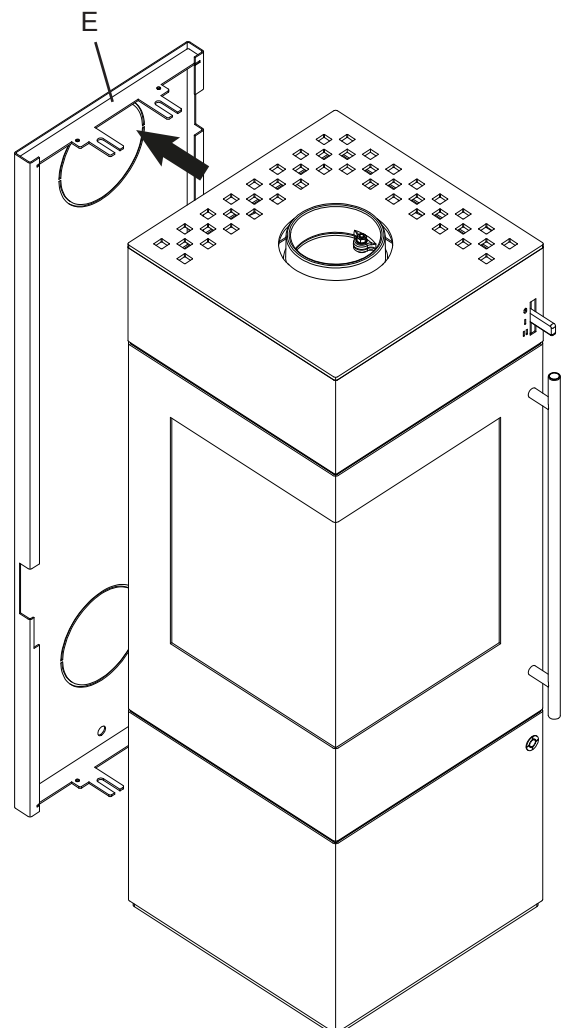

Fig.10
- Rückwand (E) abnehmen (siehe Fig.10).